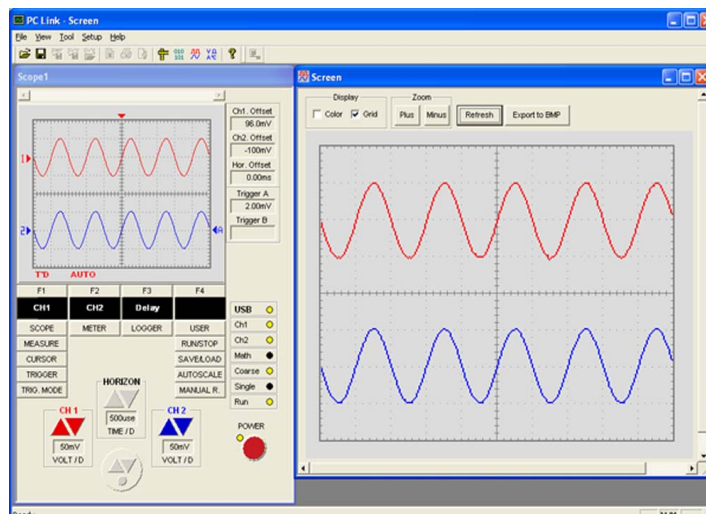

図 15 画面捕捉ウィンドー
- 3 図 15 で示すように、X 軸と Y 軸のグリッド線表示を有効にするには、**Grid** チェック・ボックスを選択します。